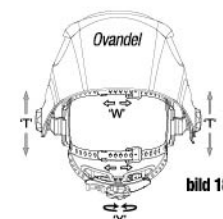

bild 18
Det går att justera huvudbandets omkrets så att det blir vidare eller snävare genom att vrida på rattna på baksidan av huvudbandet (se justering "Y" på bild 18). Det kan göras medan hjälmen används så att den blir exakt rätt åtspänd och sitter ordentligt åt runt huvudet utan att sitta för hårt.
- Om huvudbandet hamnar för högt upp eller för långt ned på pannan ska du justera det band som löper över huvudet. Det gör du genom att lossa på änden av bandet genom att trycka ut låspiggen ur hålet i bandet. Skjut ihop eller isär de två delarna av bandet så att det blir snävare eller vidare efter behov, och tryck sedan in låspiggen i det närmaste hålet (se justering "W" på bild 18).